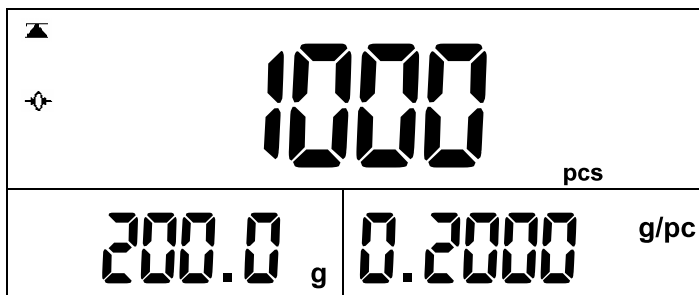

图 12
③数量窗口数字闪烁，同时按 **个数设定** 键采样，显示 SAMP 稳定后如下：(图 12)